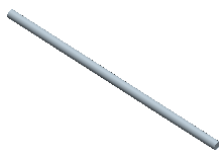

图 6.24 第一个镶件
Step5. 在“体积块分割”操控板中单击 **体积块** 按钮，在“体积块”界面中单击 **2** ☒ **体积块_2** 区域，此时模型中的体积块的镶件变亮，如图 6.24 所示，然后在选中的区域中将名称改为 SLIDE_VOL_03；在“体积块”界面中取消选中 **1** ☐ **体积块_1**。